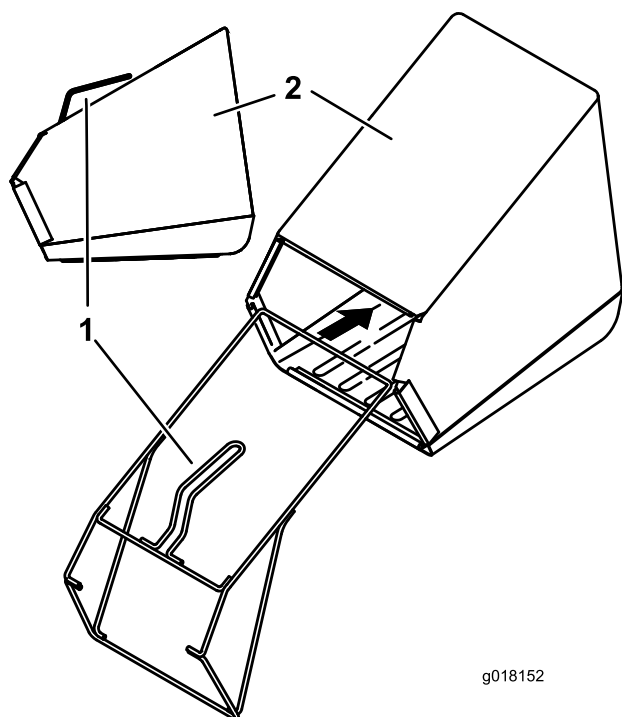

Figure 4
- Insérez l'armature dans le bac à herbe, en prenant soin de placer la poignée au-dessus du bac (Figure 4).